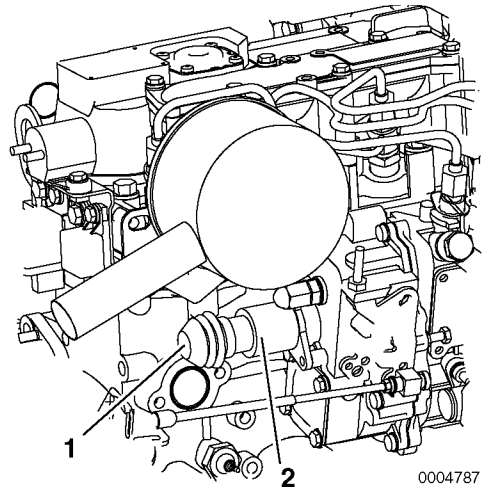

Abbildung 4
Wenn sich der Motor nicht mit dem Stoppschalter der Instrumententafel abstellen lässt, halten Sie den Motor durch Drücken der Taste **(Abbildung 4, (1))** an
der Rückseite des Stopp-Magneten **(Abbildung 4, (2))** an.